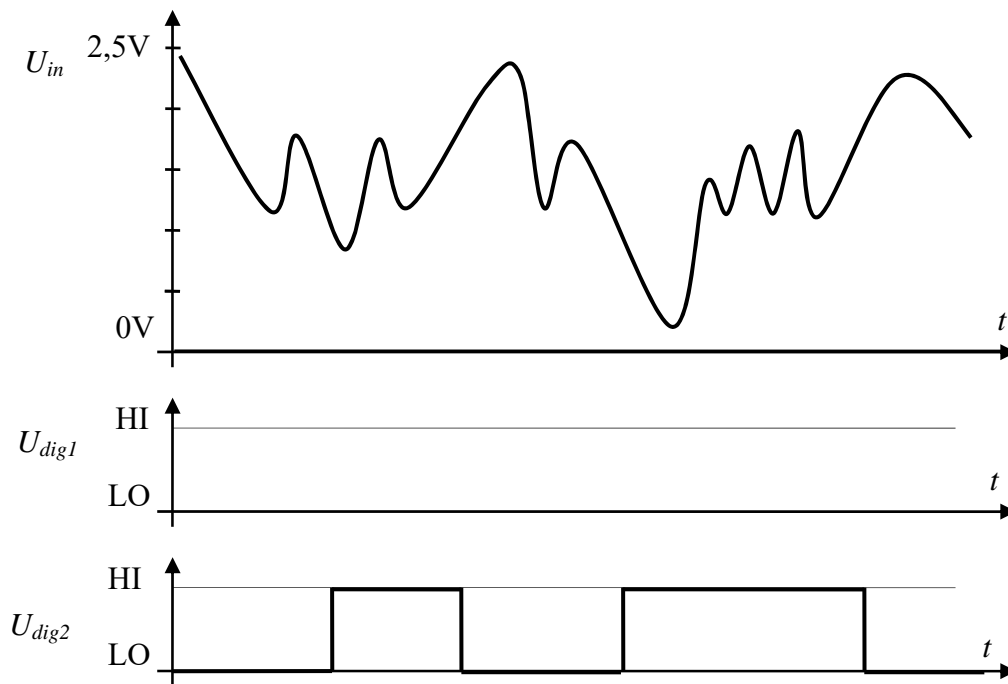

Abbildung 3.1
In Abbildung 3.1 ist ein analoger Spannungsverlauf U_{in} gegeben.
- Dieses Signal U_{in} wird an einen Eingang eines digitalen Gatters mit Schwellwert $U_{th} = 1,5V$ (ohne Hysterese) gelegt. Ergänzen Sie in Abbildung 3.1 den Spannungsverlauf U_{dig1} nach der Digitalisierung!